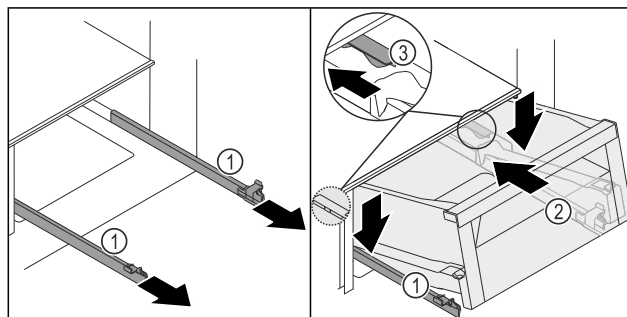
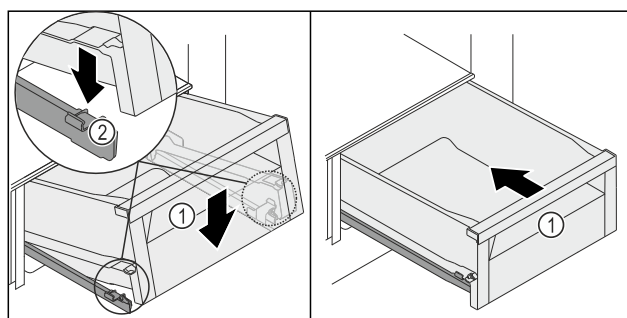

Fig. 211
Fig. 212
- Schienen Fig. 211 (1) festhalten und Schubfach Fig. 211 (2) von oben hinter dem Stopper Fig. 211 (3) auf den Schienen Fig. 211 (1) aufsetzen.
- Schubfach Fig. 211 (2) auf den Schienen Fig. 211 (1) bis zum Anschlag nach hinten schieben.
- Schubfach Fig. 211 (2) vorne absenken, so dass Schubfach links und rechts in die Klemme Fig. 212 (2) rutscht.
- Schubfach Fig. 212 (1) rastet hörbar ein.
- Schubfach Fig. 212 (1) einschieben.